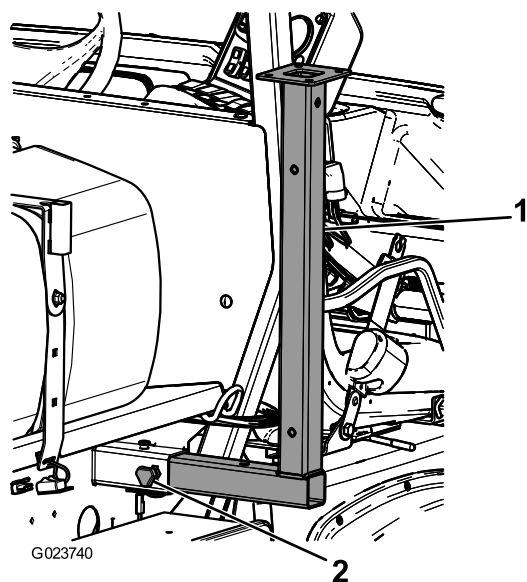

Figure 50
1. Insérez les jambes de support avant à l'envers près des points d'attache avant (Figure 50).